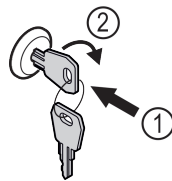

Fig. 194
- Schlüssel hineindrücken. Fig. 194 (1)
- Schlüssel um 90° im Uhrzeigersinn drehen. Fig. 194 (2)